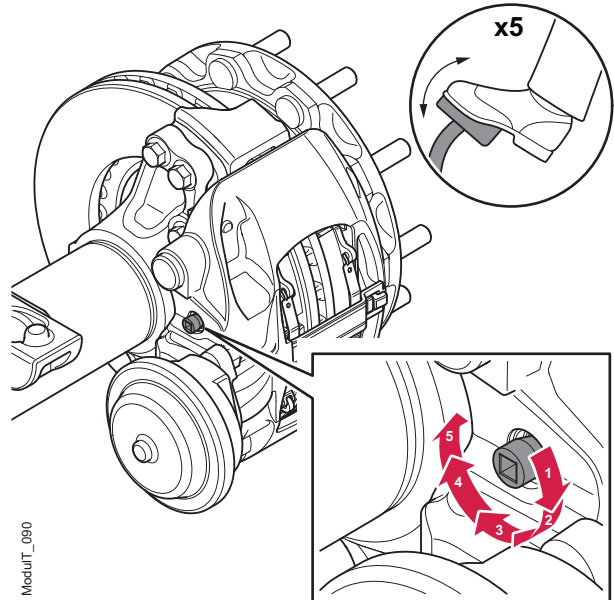

Figura 9. Accionamiento del freno
5. Accione los frenos 5 veces pisando a fondo y soltando el pedal del freno. Véase la figura 9. Si no hay cámara de freno montada, accione manualmente la palanca de la cámara con una herramienta adecuada.